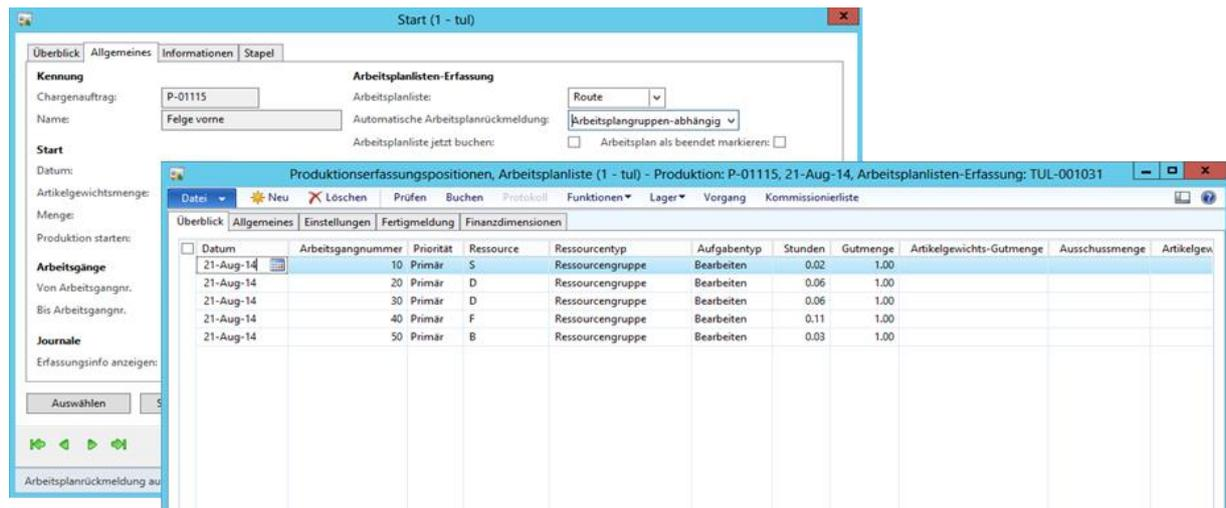

Abbildung 43: Erfassung der Arbeitsgänge auf Grundlage der Arbeitsplangruppe *STANDARD Standard*, eigene Abbildung 2014, Screenshot: MS Dynamics AX 2012, R2
Ausgehend von einem grobterminierten und gestarteten Produktionsauftrag zeigt Abbildung 43 das mit dem Produktionsstart generierte Arbeitsplanlistenjournal. In diesem werden die Arbeitsgängen des dem Produktionsauftrag hinterlegten Arbeitsplans und die jeweils automatisch erfassten Bearbeitungszeiten in der Spalte *Stunden* und Mengen in der Spalte *Gutmenge* aufgelistet. Grundlage für das automatische Erstellen des Arbeitsplanlistenjournals und Erfassen der Bearbeitungszeit und Menge der Arbeitsgänge sind folgende Einstellungen:
- Da die Arbeitsplangruppe *STANDARD Standard* jedem Arbeitsgang im Arbeitsplan hinterlegt und für das Feld *Automatische Arbeitsplanrückmeldung Arbeitsplangruppen – abhängig* ausgewählt ist, kommen die Konfigurationen der Arbeitsplangruppe für jeden Arbeitsgang des Arbeitsplans zur Anwendung (siehe Abbildung 43).